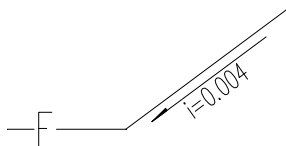

图 6-64 半箭头
- “半箭头”选项: 勾选该项, 可以更改标注箭头的样式, 如图 6-64 所示。